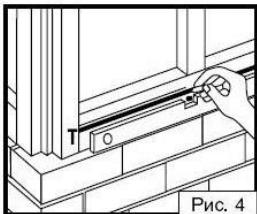

Рис. 4
- Начальная планка используется для крепления нижнего ряда панелей сайдинга и после окончания монтажа остаётся невидимой (рис. 4,5,6).